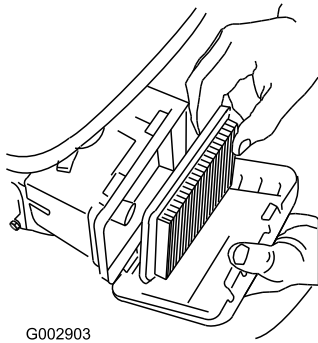

Bild 24
3. Entfernen Sie den Luffilter (Bild 24).